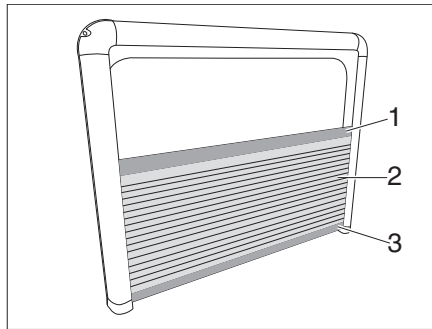

Fig. 76 Store, plissé
- Tirer le store occultant (Fig. 76,2) de la barrette supérieure (Fig. 76,1) vers le haut et faire glisser la barrette inférieure (Fig. 76,3) vers le bas.
- Faire glisser la barrette supérieure (Fig. 76,1) vers le bas. La fenêtre ouverte est protégée par une moustiquaire.
- faire glisser la barrette inférieure (Fig. 76,3) vers le haut. La fenêtre ouverte n'est pas protégée par une moustiquaire.